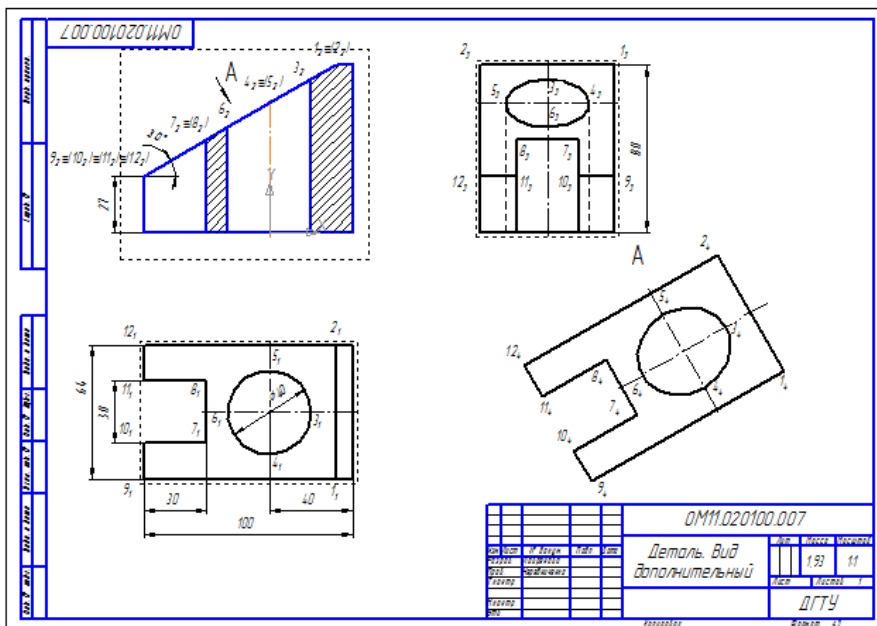

Рис.15
Авторазмер, проставить все необходимые размеры (см. рис. 15).
12. Двойным щелчком мыши активизировать **Основную надпись**. Заполнить поля: **Разработал**, **Проверил**, **Организация**. Зону **Материал** удалить (см. рис. 15).